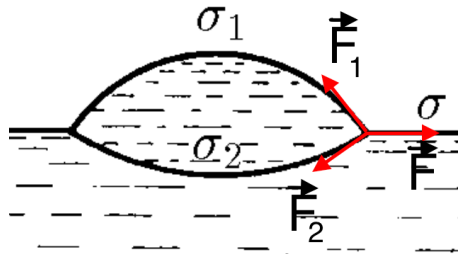

Рис. 3. Силы поверхностного натяжения.
- Из второго определения следует, что на границе трех сред существует три силы поверхностного натяжения. Если мы рассмотрим капельку масла на толще воды, то возникнут три силы, которые характеризуются коэффициентами поверхностного натяжения (рис.3) масло-вода(σ_2), масло-воздух(σ_1), вода-воздух(σ).